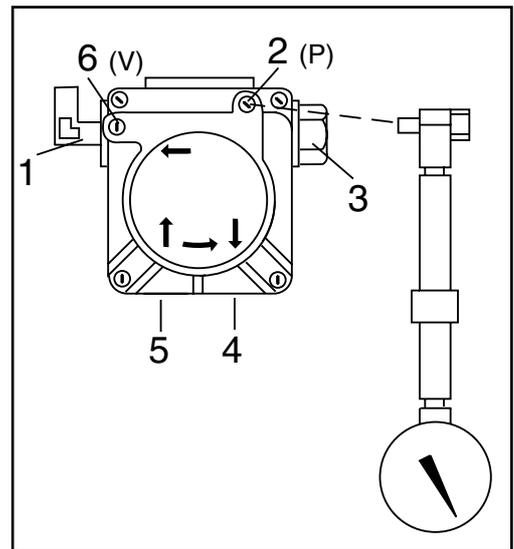

fig. 9 - Amorçage de la pompe
**Pompe type SUNTEC AL 35 A (fig. 9)**